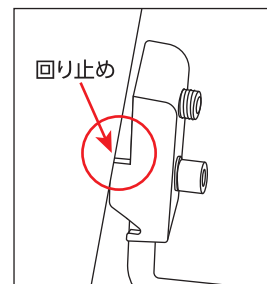
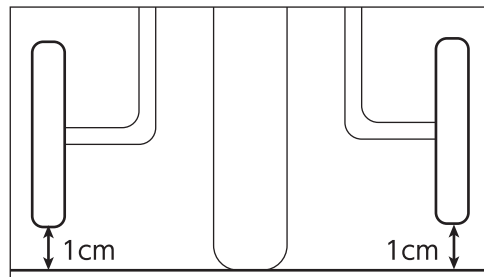

図1
図2
ホイールの切れ込み部(図1)から固定ピンを縦向きに差し込みます。(図2)
- 補助輪アームの回り止め部をフレームにしっかりと沿わせてください。(図1)
地面との間にそれぞれ約1cmの隙間があることを確認してください。(図2)